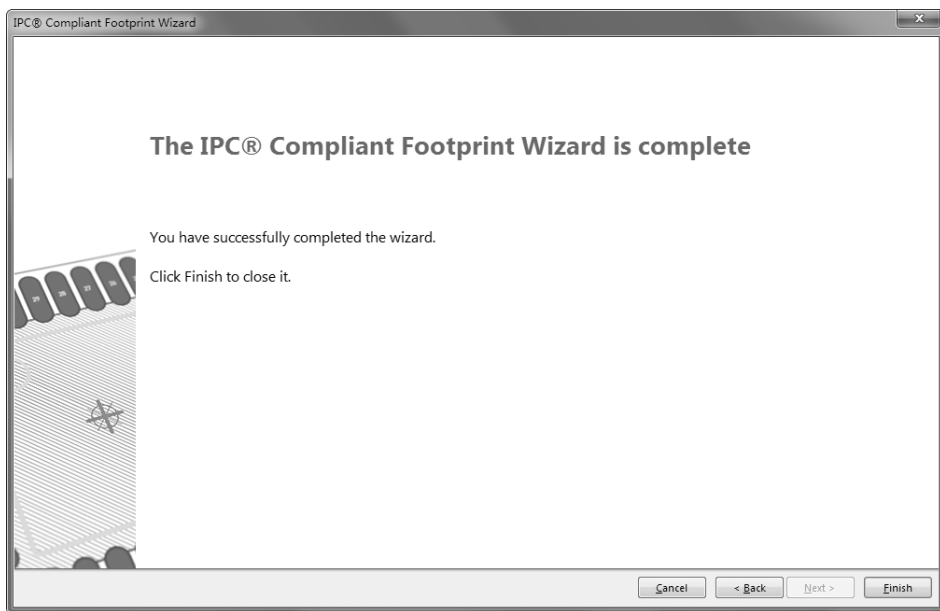

图 11-52 封装制作完成对话框
(13) 单击“Next”（下一步）按钮，进入封装路径制作完成对话框，如图 11-52 所示。单击“Finish”（完成）按钮，退出封装向导。